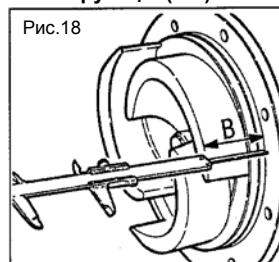

Рис.18
- Для облегчения начального монтажа сальника (рис. 18), слегка смажьте маслом втулку вала (31)